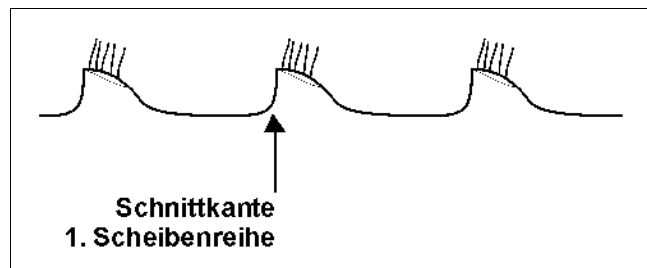

Fig. 17
- Die Schnittkante der 2. Scheibenreihe ist nicht sichtbar und folgt der 1. Scheibenreihe (Fig. 17): 1. Scheibenreihe nach links verstellen.